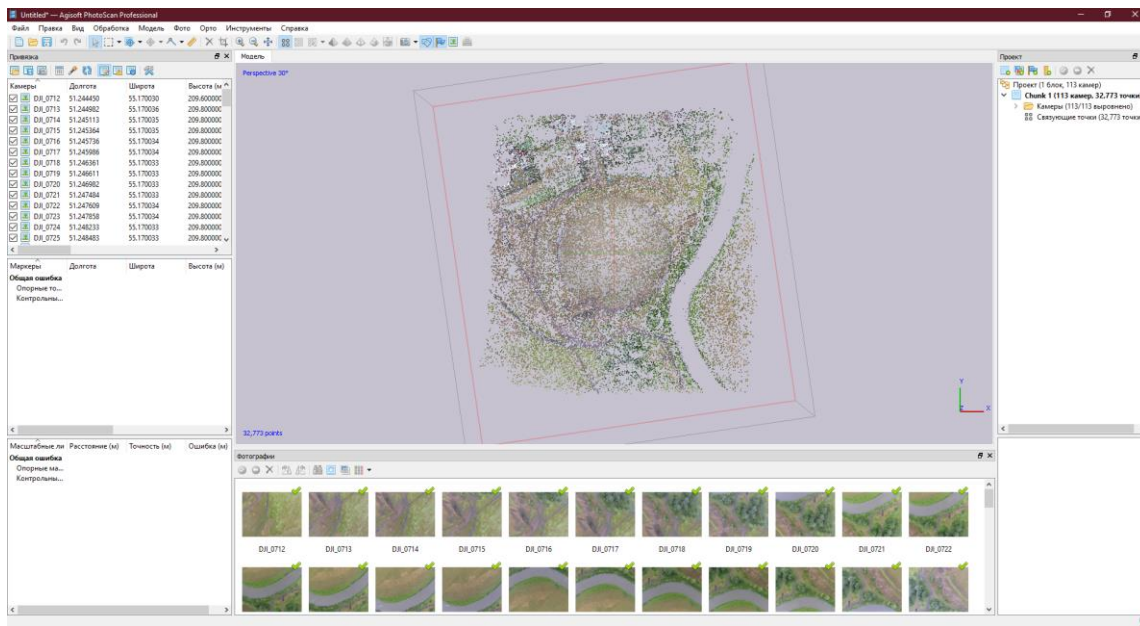

Рисунок 10. Результат выравнивания фотоматериалов в ПО Agisoft Photoscan
2. На следующем этапе выполняется предварительное уравнивание фотоматериалов для их пространственного геопозиционирования (рис. 10). Для этого во вкладке *Обработка* запускаем задание *Выровнять фотографии*. Высокая точность привязки здесь не нужна, для экономии времени рекомендуется указать точность как *Низкая*, преселекцию выбрать как *Общую*, так и *По привязке*. Максимальное количество общих точек на фотографиях – 40 000, количество проекций – не более 4 000. Для компенсации оптических дисторсий рекомендуется применить *Адаптивное уточнение модели камеры*.